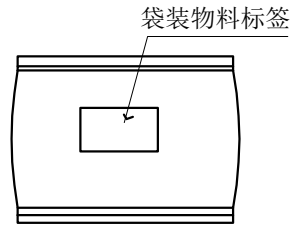

图2
- 1: 如图2, 袋装后贴上物料标签, 每小袋装1000pcs。